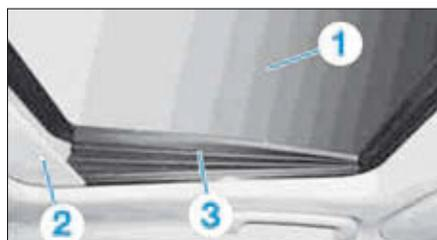
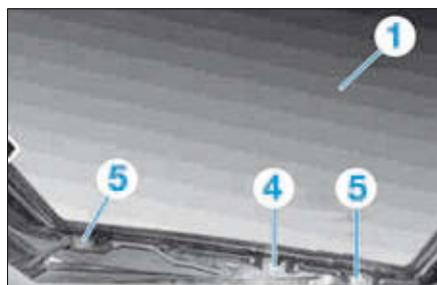

FIG. 56
FIG. 57
- Positionner la vitre de toit ouvrant (1) en position entrebaillée (Fig.56).
- Ouvrir complètement la garniture de pavillon coulissante (2).
- déposer le soufflet (3),
- desserrer, sans la déposer, la vis centrale (4) (Fig.57),
- déposer les vis avant et arrière (5),